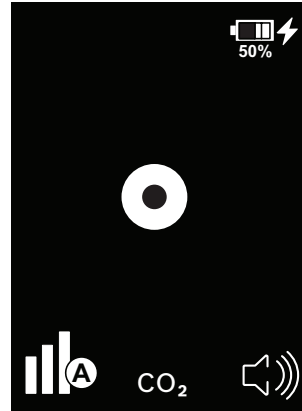

Fig. 21: Pantalla de estado permanente con el cargador conectado
- ⇒ La carga activa se indica con el icono de un rayo en la esquina superior derecha de la pantalla (consulte la Fig. 21).